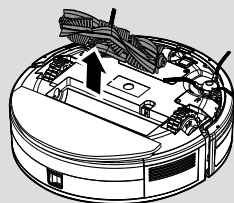

Fig. 18
3. Sollevare il rullo afferrandone un'estremità. [Fig. 18]